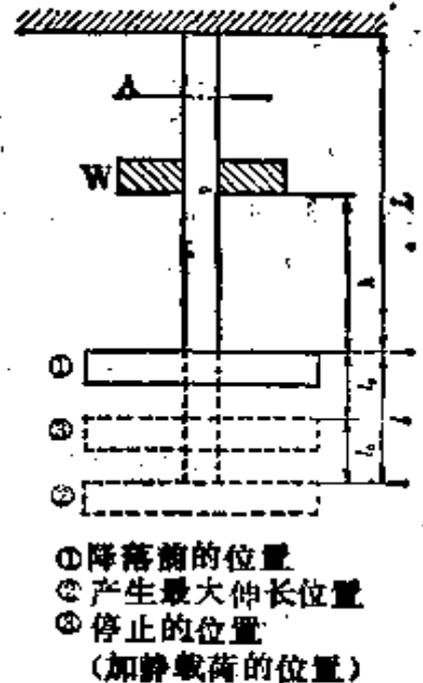

图2.24 冲击载荷
**【解说】** 如果将冲击载荷加到材料上，一瞬间将在材料内部产生非常大的应力。把这个应力称为冲击应力。重量为  $W$  (kgf) 的重物从高度  $h$  (cm) 落到图2.24的凸缘上，冲击应力如果在弹性极限内，杆在瞬间产生最大伸长  $l$  (cm)，然后再瞬间缩短，当此伸缩的振动停止时，杆将产生和加静载荷  $W$  (kgf) 时同样的应力  $\sigma_0$  (kgf/cm2) 和伸长  $l_0$  (cm)。因为这时重物所损失的势能和材料得到的弹性能相等，所以